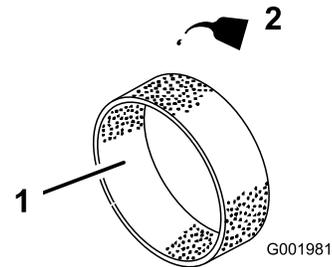

図 38
4. 乾いたら新しいエンジンオイルを30-60 ml含ませる 図 38。